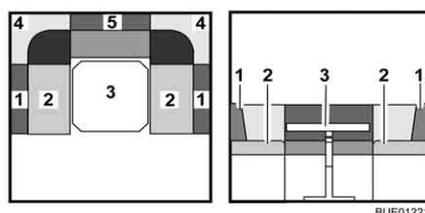

Fig. 98 Prima della trasformazione
- Trasformare il tavolo (Fig. 98,3) in struttura di supporto letto (vedi paragrafo 6.12).